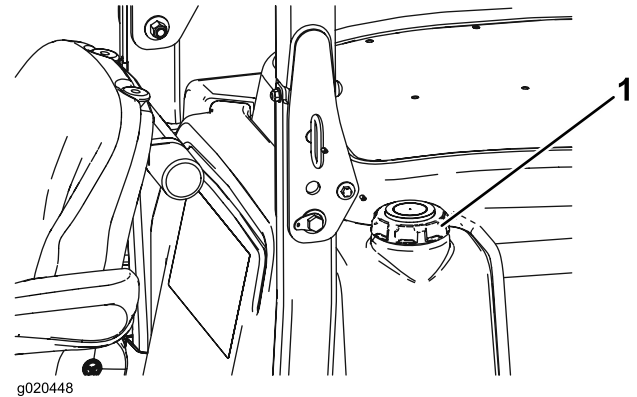

Bild 12
3. Schrauben Sie den Tankdeckel ab (Bild 12).